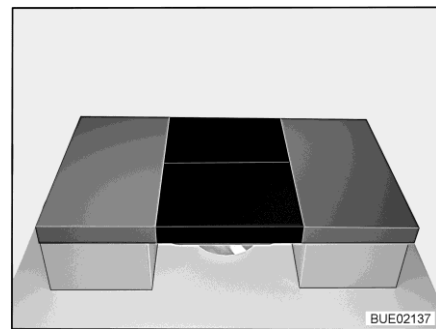

Bild 165 Efter ombyggnaden
- Lägg två extra dynor på bordet (se Bild 165).